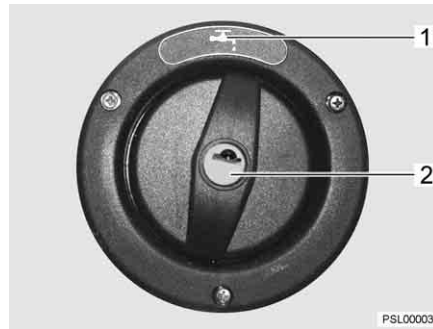

Fig. 35 Tapa de cierre para el tubo de llenado de agua potable
- ▷ El tubo de llenado de agua potable está identificado con el símbolo  (Fig. 35,1).
- Introducir la llave en el cilindro de cierre (Fig. 35,2) y girar en sentido contrario a las agujas del reloj.